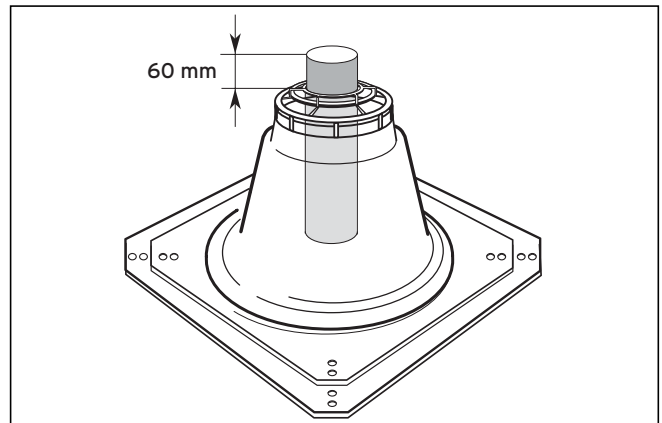

Рис. 6.73 Длина верхней трубы газопровода
- Контроль: Над основанием шахтной насадки (2) должно выступать 60 мм (см. рис. 6.73).
- Зажмите колпак шахтной насадки (1) над верхним концом жесткого выпускного газопровода и сильно надавите. (Колпак не фиксируется в основании.)